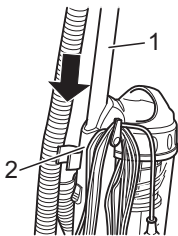

Abb. 3
2. Stecken Sie das Teleskoprohr (Abb. 3/1) in die Teleskoprohrhalterung (Abb. 3/2), bis es deutlich vernehmbar einrastet.